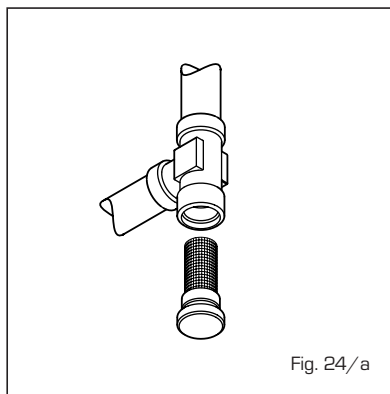

Fig. 24/a
4.7.2 Curatarea filtrului "Aqua Guard Filter System" (fig. 24/a)